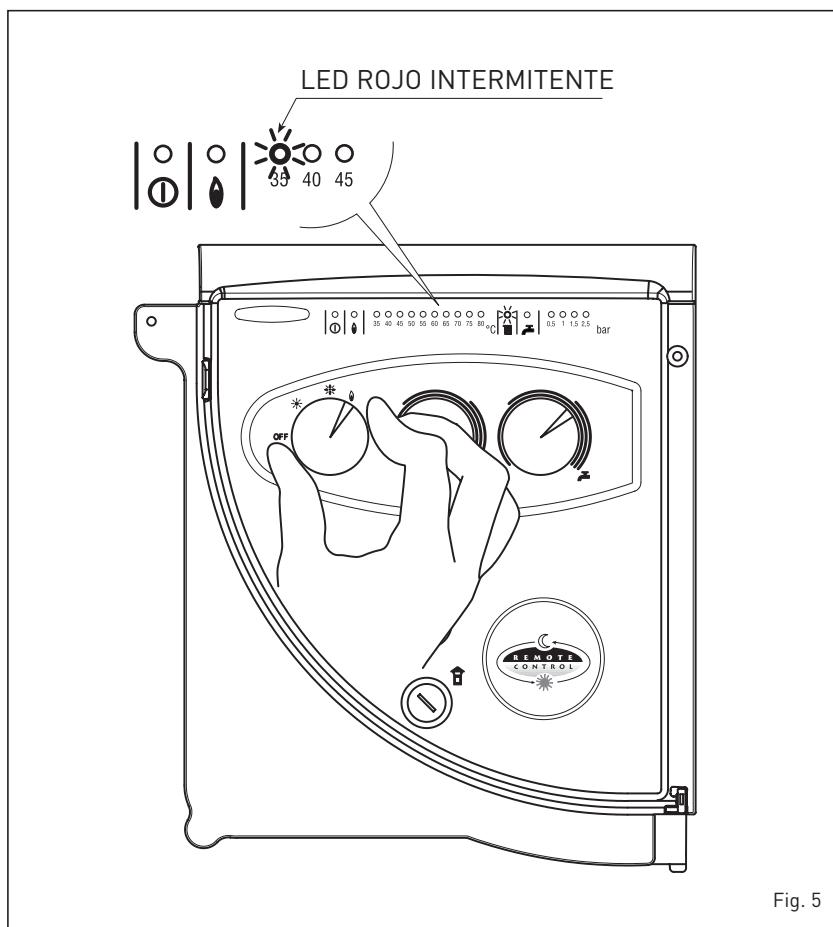

Fig. 5
– **Intervención termóstato de seguridad** (fig. 5)